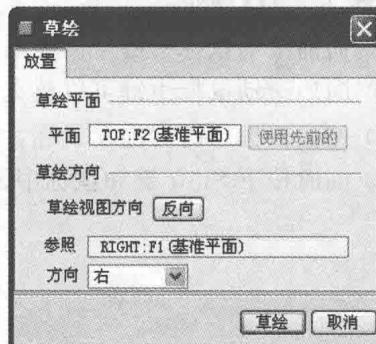

图 1-6 “草绘”对话框
(2) 单击“放置”面板中的“定义”按钮,打开“草绘”对话框,如图 1-6 所示。
(3) 选择 TOP:F2(基准平面)为草绘平面,参照面及方向为缺省值[此处为 RIGHT:F1(基准面)]。